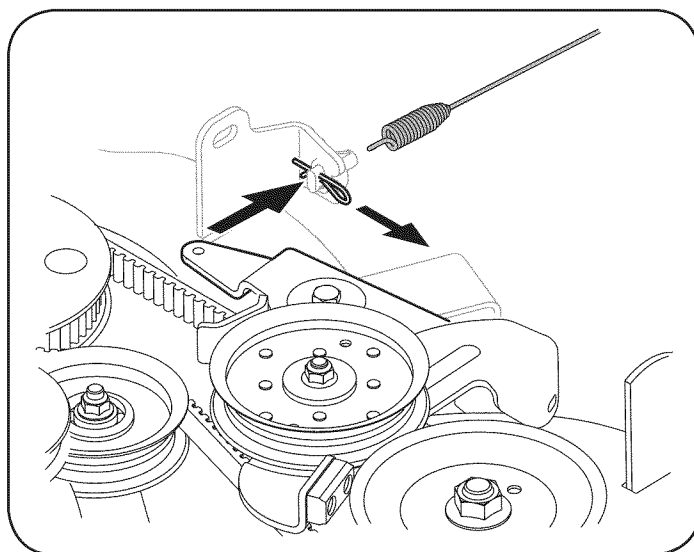

Figura 29
13. Desenganche el cable resorte de la transmisión del montaje del brazo secundario libre. Vea la Figura 29.